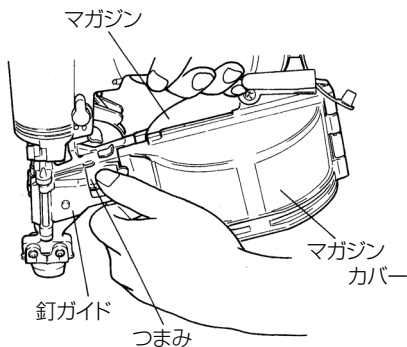

図 6
- 釘ガイドとつまみに指を掛け、つまみを下へ押しそのまま左へ開きます。(図 6)